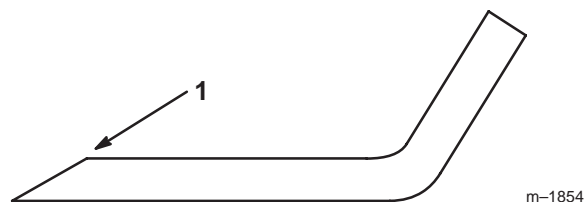

Figure 23
1. Au moyen d'une lime, aiguisez les tranchants aux deux extrémités de la lame (Fig. 23) en veillant à conserver l'angle de coupe d'origine. Limez la même quantité de métal sur chacun des deux tranchants pour ne pas déséquilibrer la lame.